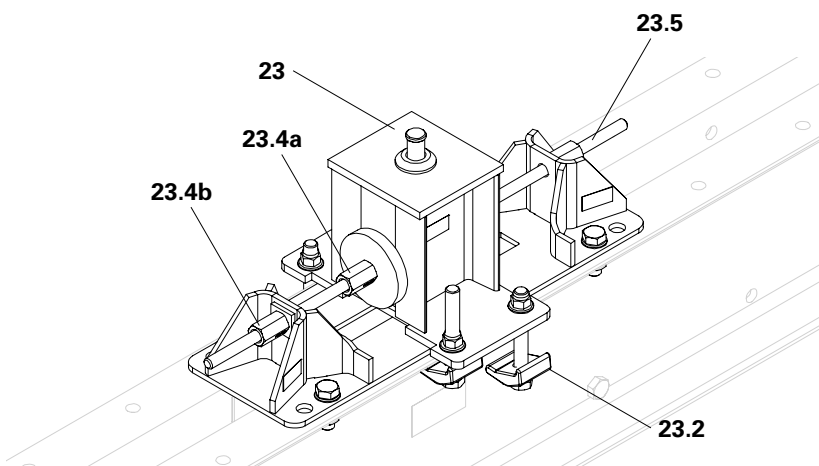

Fig. A4.02
3. Fissare ulteriormente il supporto orizzontale (23) con i morsetti (23.2). (Fig. A4.02)
2. Spostare orizzontalmente il supporto orizzontale (23) fino alla posizione desiderata.
- (Fig. A4.02)